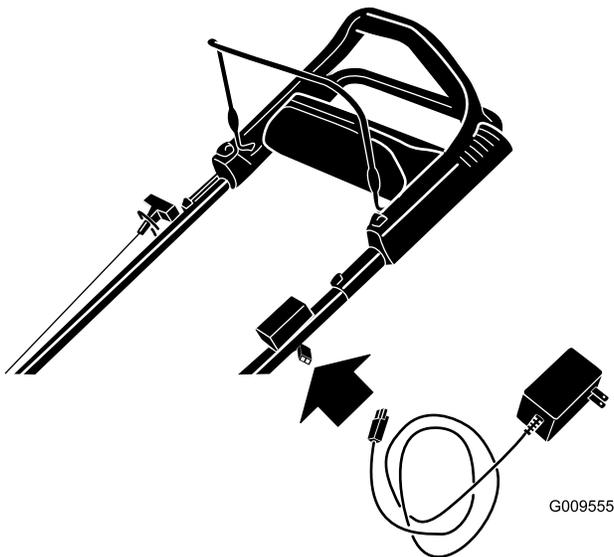

Figura 23
1. Conecte el cargador al arnés de cables situado debajo de la llave de contacto (Figura 23).